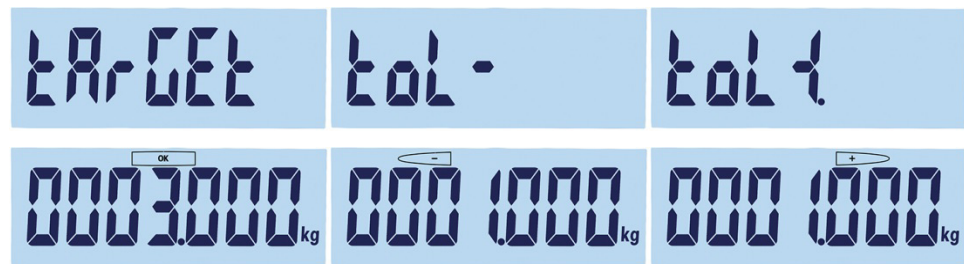

Figura 2-12: Pantallas de objetivo y tolerancia: Objetivo (izquierda), inferior (centro), superior (derecha)
- b. De lo contrario, el terminal mostrará "Target" durante 1 segundo y luego mostrará peso cero (Figura 2-12). Seleccione un dígito para editar usando **F1** para moverse a la izquierda y **F2** para moverse a la derecha. Una vez que el dígito requerido esté seleccionado y destellando, su valor puede ajustarse mediante las teclas **→0←** y **→T←**. En el ejemplo que se muestra en la Figura 2-12, el objetivo se ha establecido en 3 kg. Presione **Enter** para aceptar este valor actual como el objetivo y vaya a la siguiente pantalla, "Tolerancia -".
3. **-** aparece en el lado superior izquierdo de la pantalla. Establezca el valor usando las teclas de dirección, como se indica en el paso 2.b anterior. En este ejemplo, (Figura 2-12, centro), la tolerancia inferior se establece en 1 kg. Presione **Enter** para ir a la siguiente pantalla, "Tolerancia +".
4. **+** aparece en la parte superior de la pantalla. Establezca el valor usando las teclas de dirección, como se indica en el paso 2.b anterior. Aquí (Figura 2-12, derecha), la tolerancia superior está establecida en 1 kg.